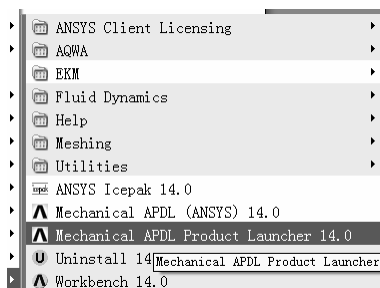
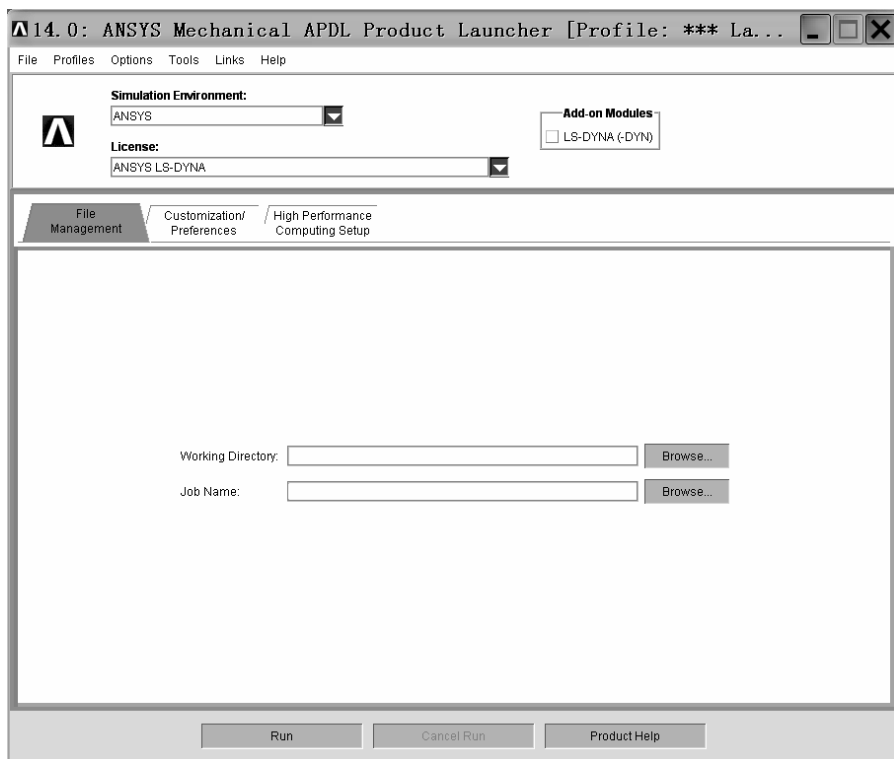

图 2-122 “ANSYS Product Launcher”图标
图 2-123 “14.0: ANSYS Mechanical APDL Product Launcher [Profile: *** La...”窗口
(1) 在“开始”菜单中指向“ANSYS 14.0”文件夹，出现“ANSYS Mechanical APDL Product Launcher 14.0”图标（见图 2-122）。单击“ANASYS Mechanical APDL Product Launcher 14.0”图标，弹出“14.0: ANSYS Mechanical APDL Product Launcher [Profile: *** La...”窗口（见图 2-123）。